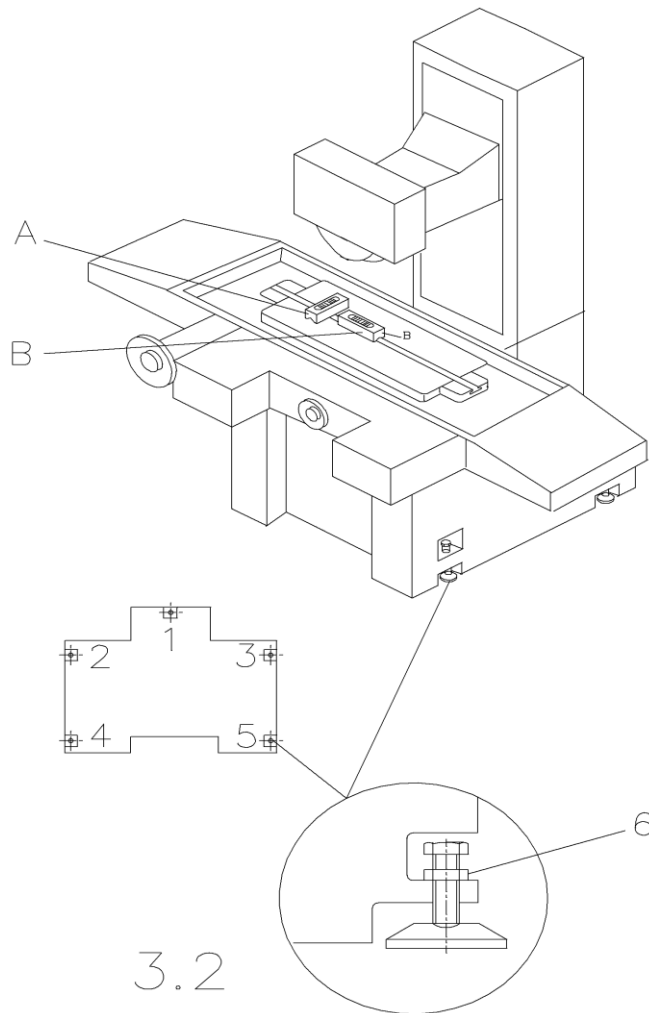

Рис.4.5
(1): На Рис.4.5 показана схема проверки. Убедитесь, что стол станка находится в среднем положении. Поместите точный уровень на столе станка, в двух взаимноперпендикулярных положениях, сначала в поперечном (А), затем в продольном (В).